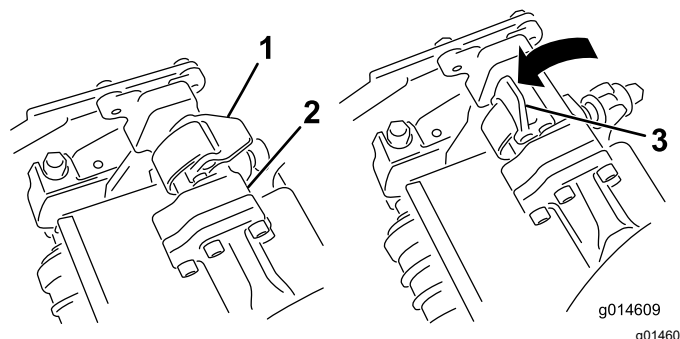
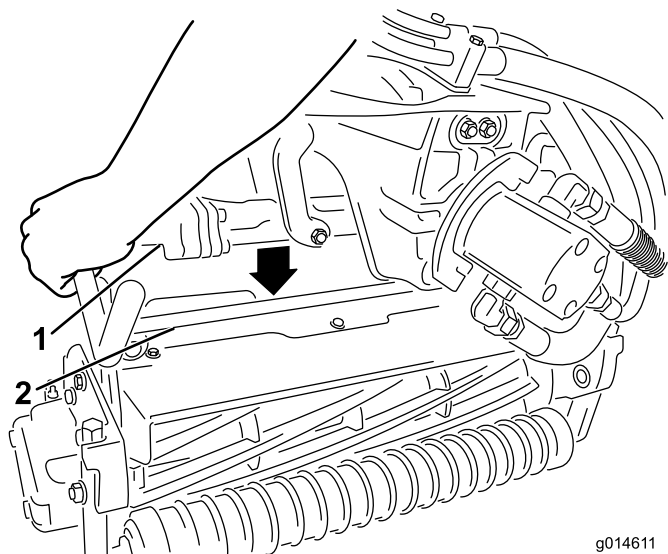

Figura 52
Figura 53
4. Aprite i fermi sulla barra del braccio di sospensione (Figura 52) e spingete verso il basso il braccio di sospensione in modo tale che la barra si inserisca sopra entrambi i bracci orientabili sull'apparato di taglio e assicuratevi che i fermi si trovino sotto la barra trasversale dell'apparato di taglio (Figura 53).
5. Chiudete i fermi spostandoli verso il basso e attorno alla barra dell'apparato di taglio, quindi bloccateli in posizione (Figura 52).
6. Aprite i fermi sulla barra del braccio di sospensione dell'apparato di taglio che state rimuovendo (Figura 52).